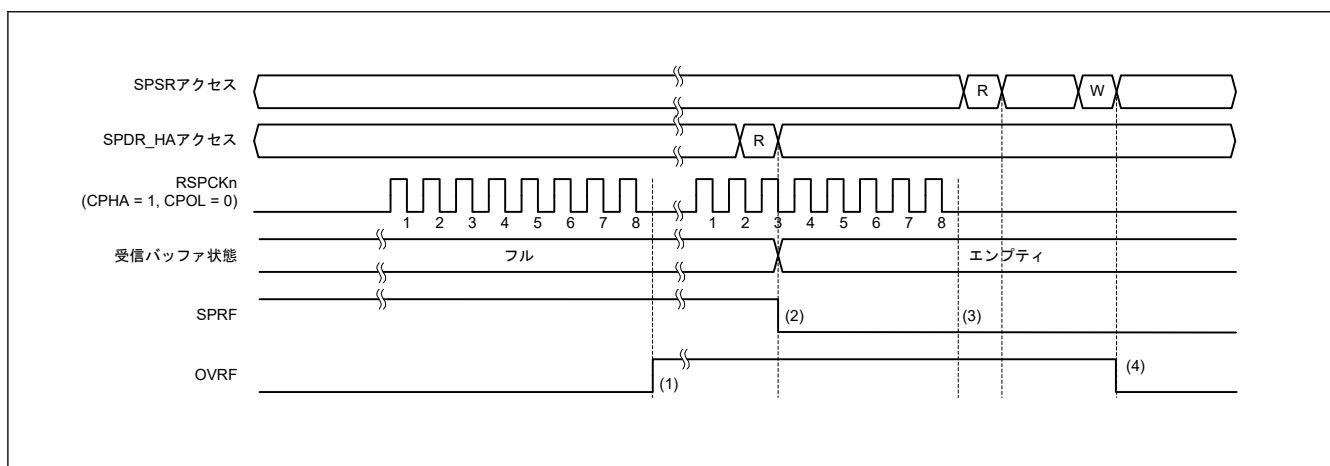

図 32.37 OVRF フラグおよび SPRF フラグの動作例
図 32.37 に OVRF フラグと SPRF フラグの動作例を示します。図 32.37 に示す SPSR アクセスと SPDR_HA アクセスは、それぞれ SPSR レジスタと SPDR_HA レジスタへのアクセス条件を示します。W は書き込みサイクル、R は読み出しサイクルを示します。この例では、SPCMDm.CPHA ビットが 1、SPCMDm.CPOL ビットが 0 の設定で、SPI が 8 ビットのシリアル転送を実行しています。RSPCKn 波形の下に記載した数字は RSPCK サイクル数 (= 転送ビット数) を示しています。
以下に、図 32.37 の (1)～(4) に示したタイミングでのフラグの動作内容を説明します。